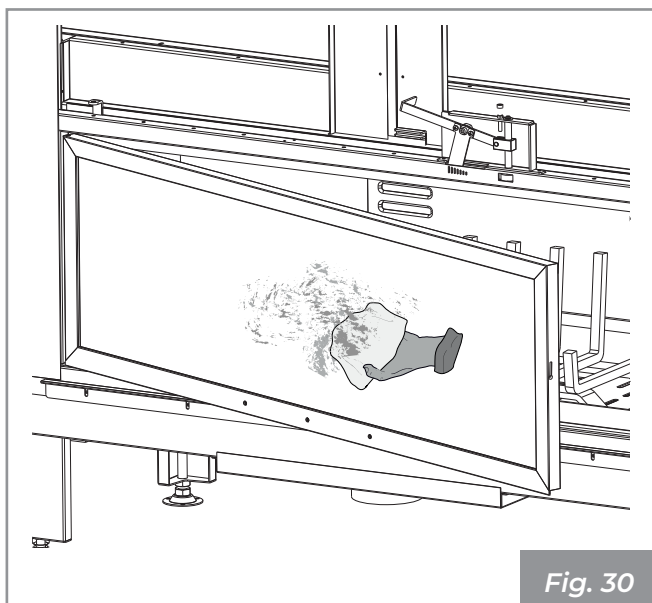

Fig. 30
- 2) Nettoyer la vitre à l'aide d'un chiffon humide ou avec du papier humidifié et passé dans de la cendre (**Fig. 30**).